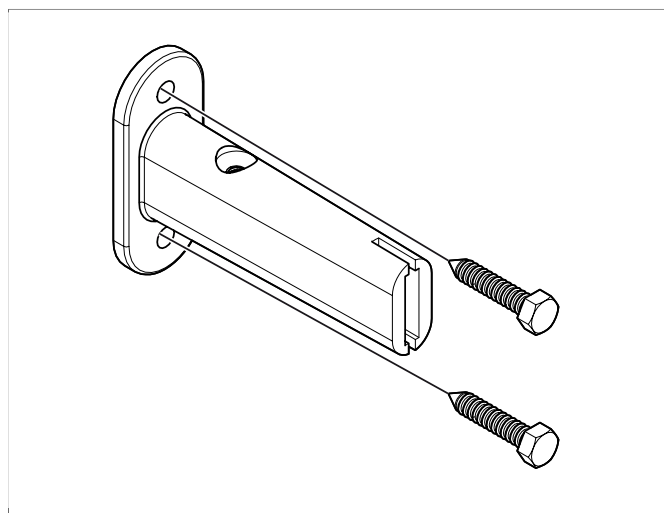

Рисунок 10: Консоль с винтами
9. Установите четыре кронштейна на стене в соответствии с отметками для сверления. Установите два нижних кронштейна с винтовыми отверстиями вниз так, чтобы они скрылись. Только два верхних должны быть закрыты крепежным винтом (см. **Рисунок 10**, страница 5).